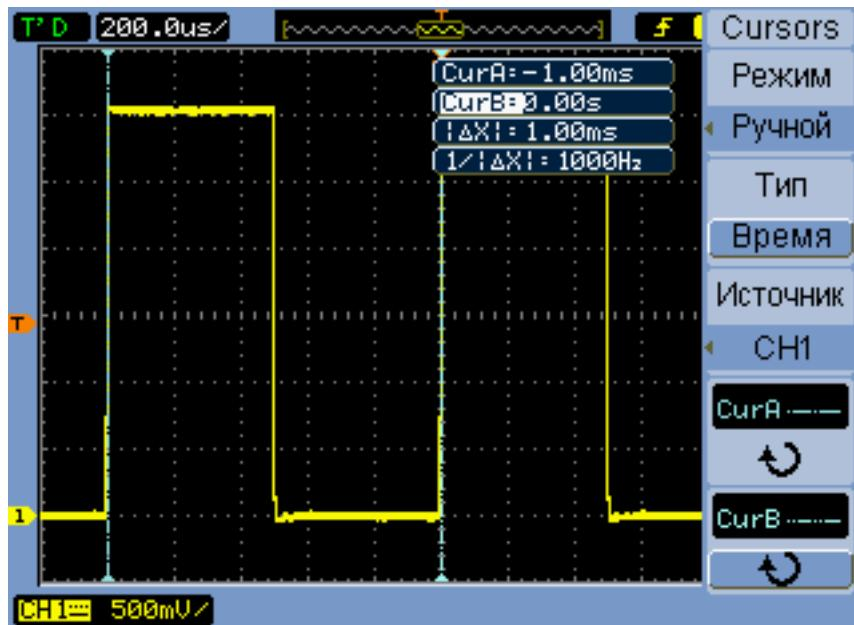

Рис. 10 Использование курсоров времени для измерения периода и частоты сигнала прямоугольной формы
- 18 Поверните ручку ввода, чтобы расположить курсор времени В на втором переднем фронте сигнала в центре дисплея. Изображение на дисплее осциллографа теперь должно соответствовать Рис. 10.